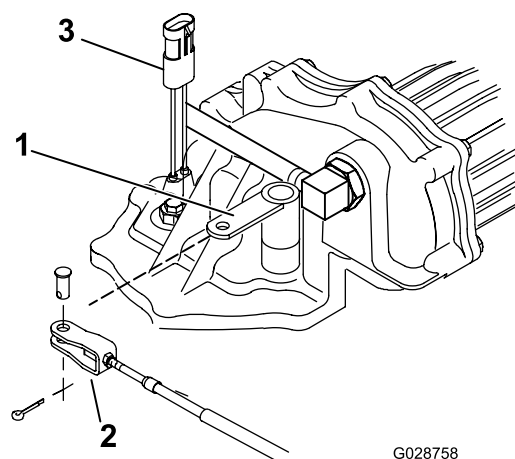

Figura 20
4. Mueva hacia atrás del todo la palanca de la TDF de la consola central (hacia la parte trasera de la consola) y mueva el brazo de la palanca de la TDF (Figura 20) del transeje hacia el lado derecho (lado del pasajero).
5. Ajuste la horquilla del cable, las contratuercas, o ambos (que fijan el cable al soporte) hasta que el pasador de horquilla caiga libremente a través de los orificios de montaje alineados de la horquilla y el brazo de la palanca (Figura 20).